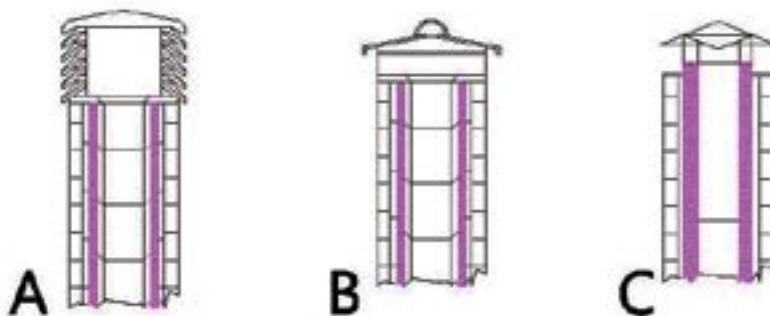

Fig. 9 - Esempi di comignoli
Il comignolo è un elemento determinante per il buon funzionamento dell'apparecchio riscaldante: si consiglia un comignolo di tipo antivento (A) vedi **Fig. 9 a pag. 13**.
3. Canna fumaria esterna realizzata esclusivamente con tubi inox isolati cioè con doppia parete minimo Ø100mm: il tutto ben ancorato al muro. Con comignolo antivento (vedi Fig. 9 a pag. 13 tipo A).